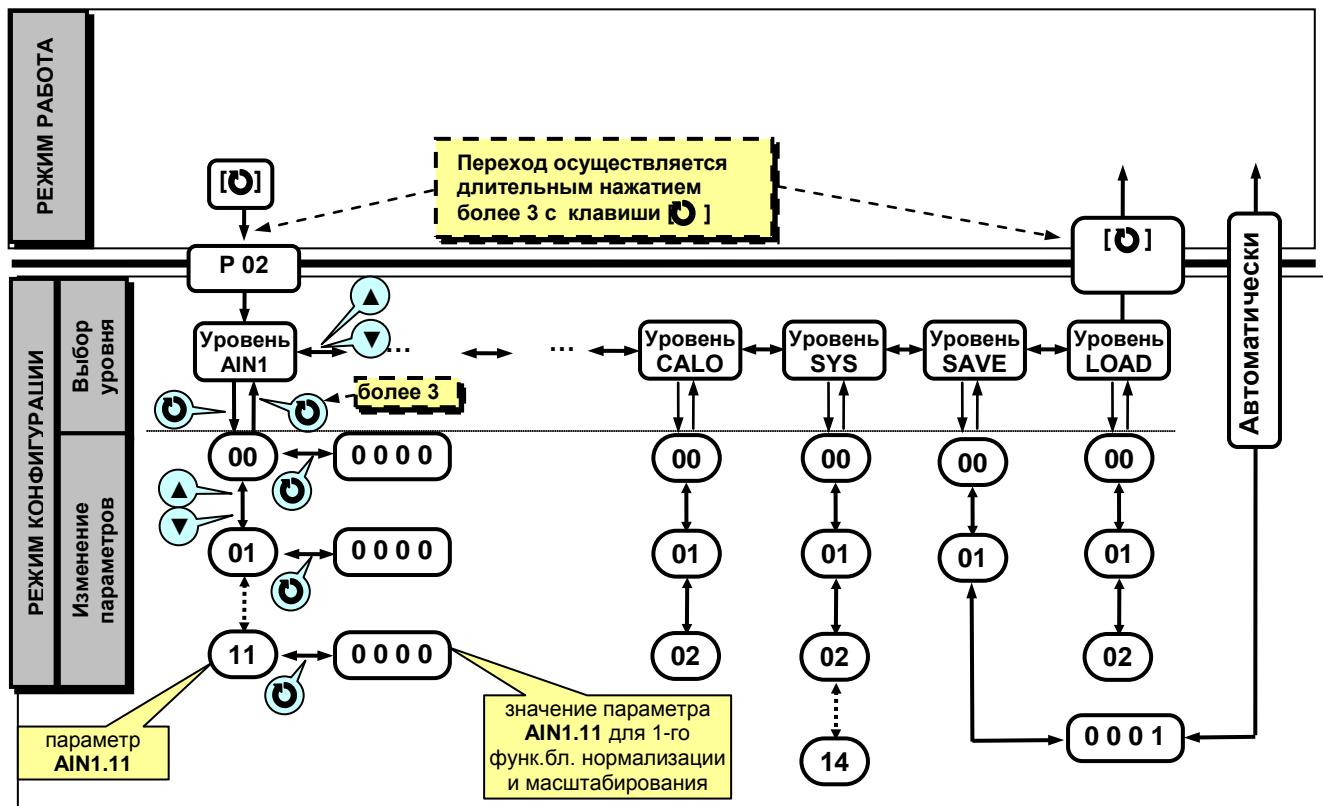

Рисунок 4.2 - Диаграмма режимов конфигурации и настроек
- Параметры, используемые в индикаторе ИТМ-111Н, сгруппированы в уровни и представлены на диаграмме – см. рисунок 4.2.
В тексте руководства по эксплуатации идет ссылка на параметр из таблицы параметров индикатора в виде XXXX.УУ (например ALRM.00), где XXXX – название УРОВНЯ, а УУ – номер пункта меню (смотри рисунок 4.2).